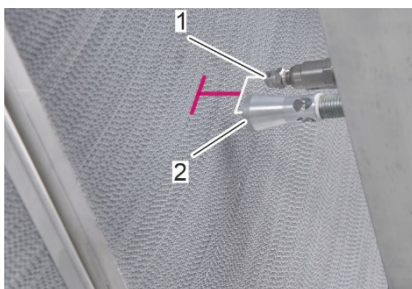

Abbildung 46: Gleicher Düsenabstand zur Rotoroberfläche
10. Stellen Sie sicher, dass die Hochdruckwasserdüse (Abbildung 46/1) und die Druckluftdüse (Abbildung 46/2) den gleichen Abstand zur Rotoroberfläche haben.